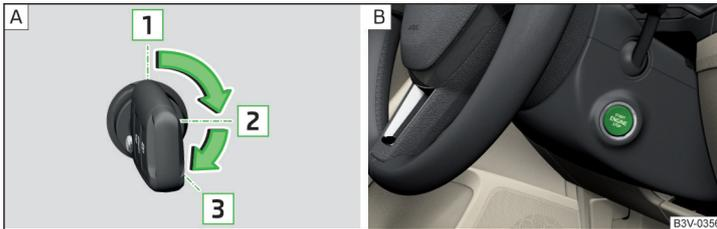

Abb. 255 Positionen des Fahrzeugschlüssels im Zündschloss / Starterknopf
Positionen des Fahrzeugschlüssels im Zündschloss » Abb. 255 - [A]
› Den Knopf drücken » Abb. 255 - [B], die Zündung wird ein-/ausgeschaltet.
- › Bei Fahrzeugen mit **Zündschloss** den Schlüssel in die Position **3** drehen » Abb. 255 auf Seite 215 - [A], es erfolgt der Startvorgang. Dann den Schlüssel loslassen, der Motor springt automatisch an.
- › Bei Fahrzeugen mit **Starterknopf** den Knopf kurz drücken » Abb. 255 auf Seite 215 - [B], der Motor springt automatisch an.
- › Bei Fahrzeugen mit **Zündschloss** den Schlüssel in die Position **1** drehen » Abb. 255 auf Seite 215 - [A].
- › Bei Fahrzeugen mit **Starterknopf** den Knopf drücken » Abb. 255 auf Seite 215 - [B], der Motor und die Zündung werden gleichzeitig ausgeschaltet.